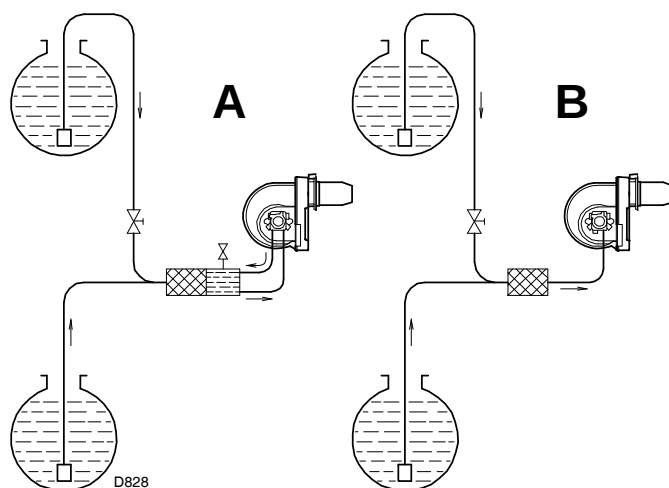

Fig. 16
- By-pass à l'extérieur de la pompe (A, Fig. 16) (solution conseillée)
- By-pass à l'intérieur de la pompe (B, Fig. 16)